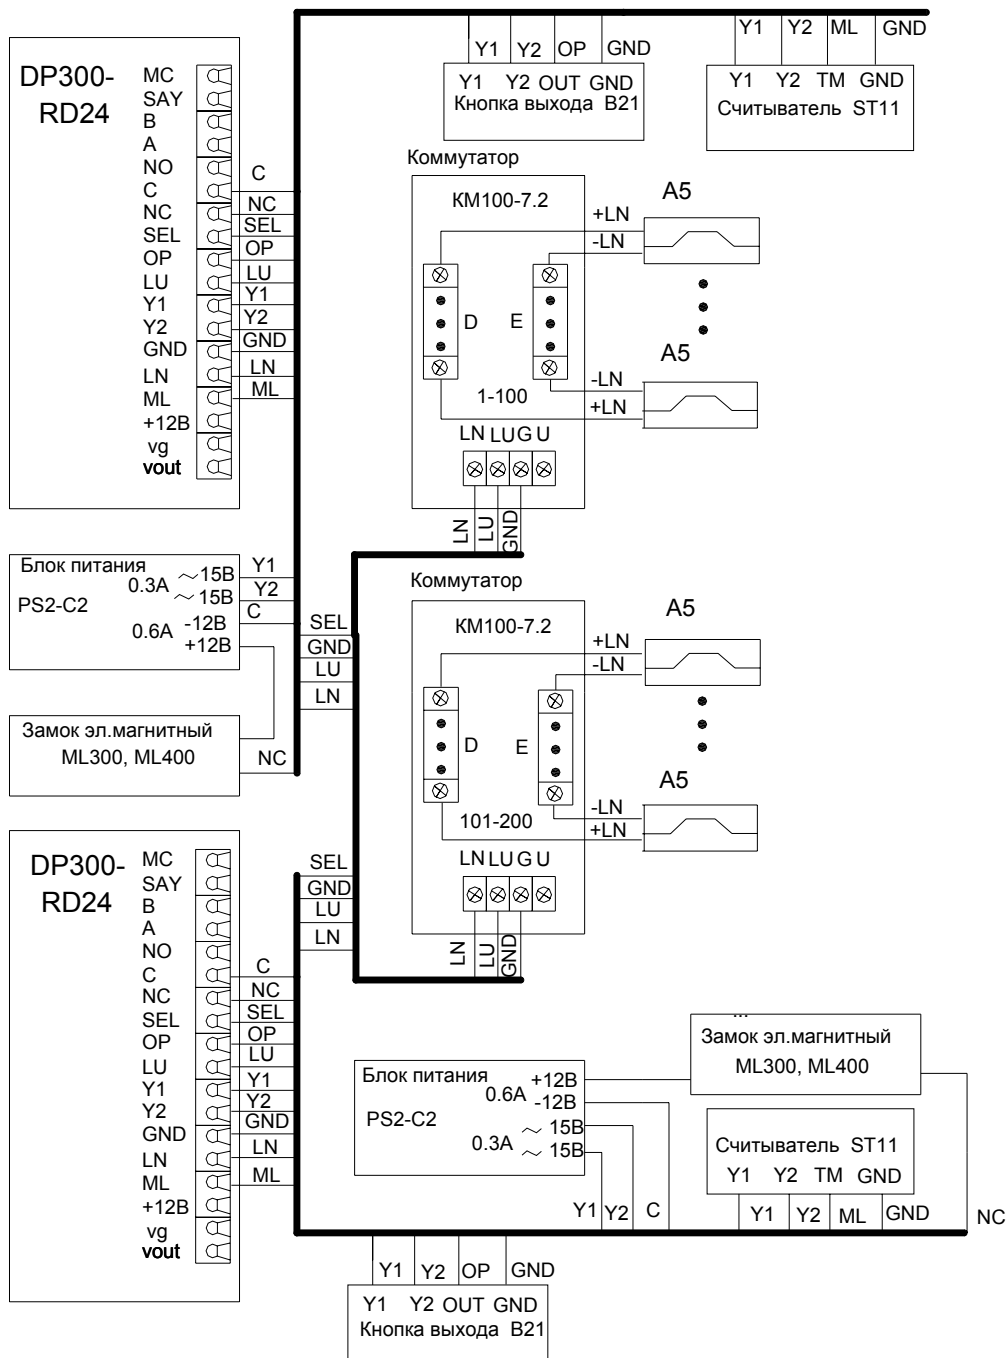

Рис.3 Пример схемы подключения DP300-RD24 в составе домофонного комплекса.
- "занято" – показывает, что разговорная линия занята другим блоком вызова, параллельно подключенному к данному блоку вызова (см.рис. 3)
Блок вызова соединяется с остальными блоками системы согласно приведенной монтажной схеме (рис.3).
Блок питания подключается к замку и блоку вызова согласно приведенной монтажной схеме (рис.3). Блок питания и коммутатор имеет специальные клеммные колодки для подключения проводов с соответствующими обозначениями. Для подключения блока питания к сети 220 В **обязательно(!)** должна быть установлена розетка.
С абонентскими пультами коммутатор соединяется согласно приведенной монтажной схеме (рис.3) по двум десятипроводным шинам, проложенным в стояке
Пульт подключается к соответствующим проводам (клемма «+» пульта к шине десятков D0..D9 коммутатора, клемма «-» к шине единиц E0..E9 коммутатора). Схема соединений блоков комплекса приведена на рис.3.
Электромагнитный замок подключается к блоку питания и к блоку вызова согласно схеме на рис.3. Цепи коммутации электромагнитного замка в блоке вызова содержат схему размагничивания. При подключении следует соблюдать полярность напряжения, указанную на схеме, во избежание выхода из строя блока вызова.